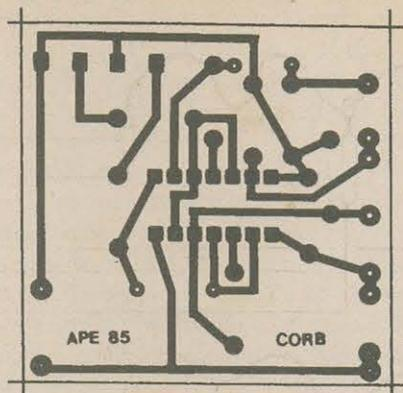

Fig. 2
- FIG. 2 - LAY OUT DO CIRCUITO IMPRESSO ESPECÍFICO - Simples, e propositalmente *largão* (já que as grandes dimensões finais do *container* não obrigam a nenhum cuidado específico de miniturização ou compactação da placa...), o *lay out* do impresso específico (visto em tamanho natural na figura) é de fácil execução, podendo ser copiado diretamente, com carbono, sobre a face cobreada de um fenolite virgem nas indicadas dimensões... A traçagem deve ser feita com os decalques apropriados (devido à presença do integrado, com suas ilhazinhas pequenas, alinhadas e muito próximas umas das outras - coisa difícil de reproduzir *manualmente*...), para um bom acabamento. Corrosão, furação, limpeza, devem ser providenciados *nos conformes* de instruções já exaustivamente passadas ao leitor... Terminada a confecção, o impresso deve ser conferido com bastante cuidado, na busca de defeitinhos, imperfeições, regiões onde eventualmente o cobre tenha sido "comido" indevidamente e - por outro lado - setores onde o perclororeto devia ter removido a película cobreada, mas não o fez... Tudo isso, se encontrado, pode ser facilmente corrigido através de truques simples (raspagem ou remoção de partes cobreadas com uma ferramenta de ponta afiada, "completamento" de falhas com uma gotinha de solda cuidadosamente aplicada, etc. Lembrar sempre que é absolutamente importante o impresso estar perfeito *antes* de colocar peças e soldar terminais, já que qualquer correção posterior será muito mais problemática... Para quem está ainda começando nesse fantástico e delicioso hobby, recomendamos uma leitura às